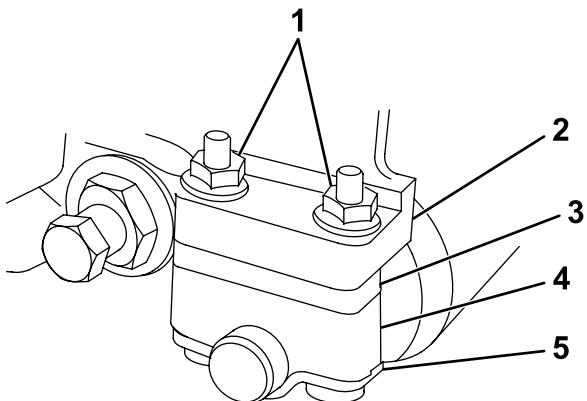

Figure 1
- Retirez et mettez au rebut les 2 écrous qui fixent chaque rouleau. Conservez la cale, mais mettez au rebut les boulons, l'entretoise de rouleau et la fixation du rouleau (Figure 1).